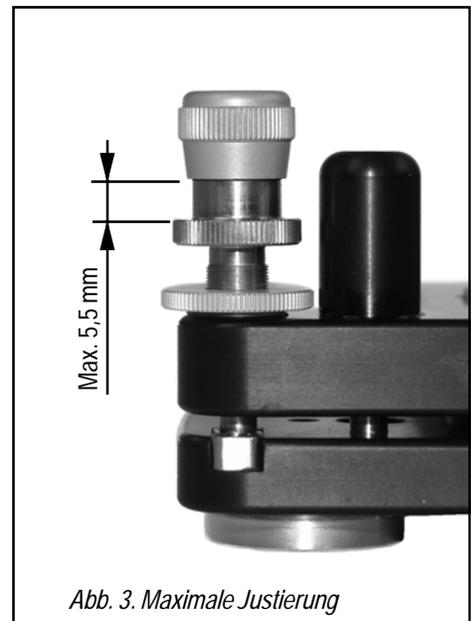

Abb. 3. Maximale Justierung
Wichtig! Achten Sie darauf, dass die Feinjustierungsschraube (C) nicht ihre äußerste Position (Abb. 3) überschreitet. Dies kann das Schraubengewinde beschädigen.
1. Überprüfen Sie, ob die Gegenmutter (A) angezogen ist.
2. Stellen Sie die Feinjustierungsschraube (C) auf den gewünschten Wert.